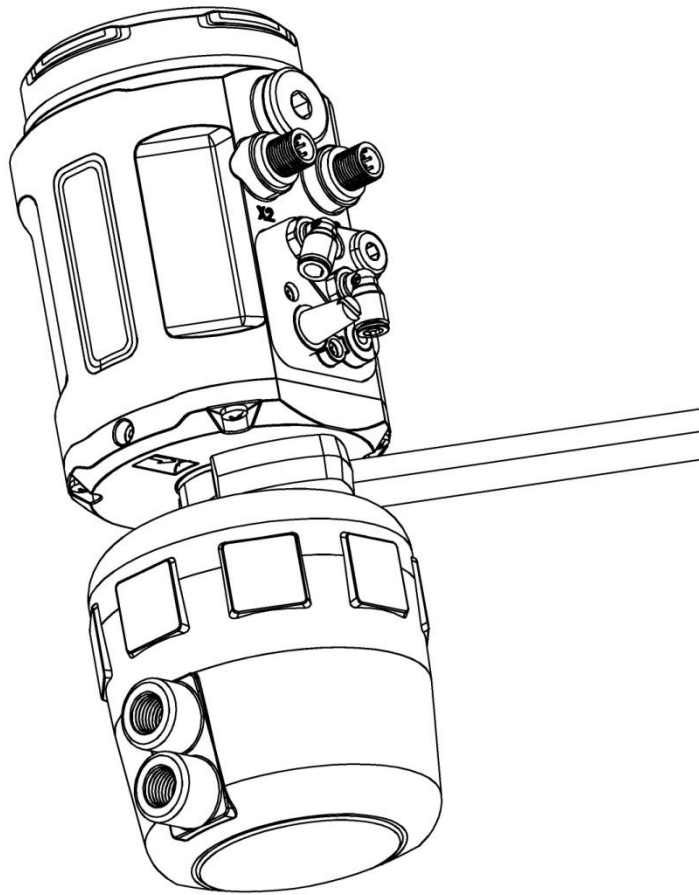

图7. 定位器与执行器组装
- 将执行器内部阀杆升到最高位置，用 32 号扳手将定位器底部的执行器连接组件右旋入到执行器对应螺纹接口，并确保旋紧连接组件。如图 7 所示。
若需要调整定位器操作界面角度，松开 A 处的内六角紧定螺钉后（如图 7 所示），顺时针或逆时针 180° 范围内调整到需要的角度，再拧紧紧定螺钉。